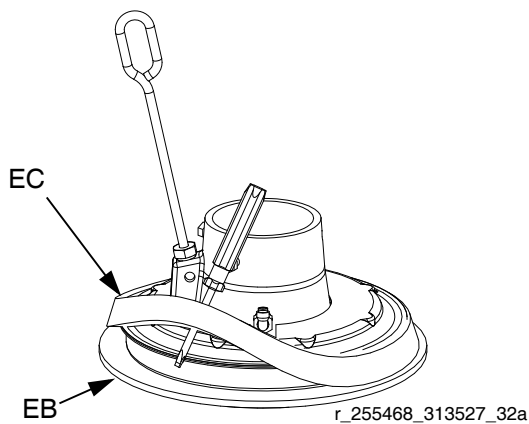

ABB. 18: Einbauen des Distanzstücks
3. Distanzstück (EC) mit einem Schraubendreher zwischen Flansch und Abstreifer (EB) drücken. *Dabei an der Oberseite beginnen.* Siehe ABB. 18.